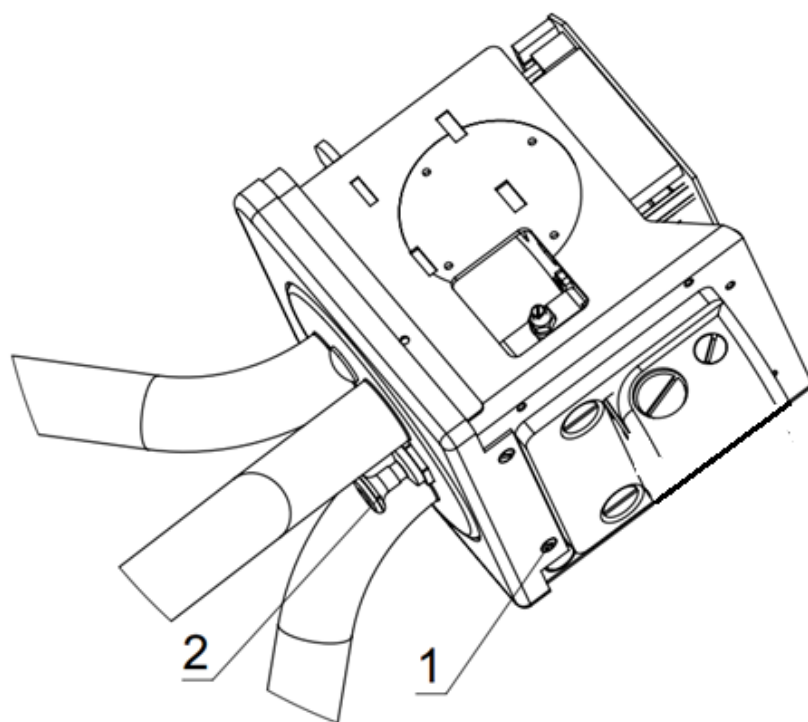
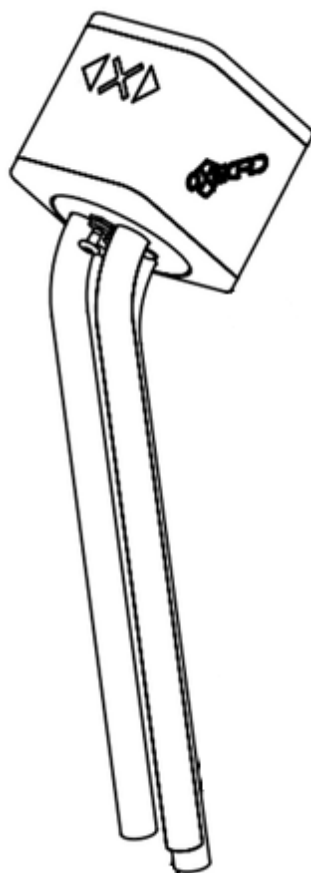

Рис. 7.
Рис. 8.
- оттяните стопор фиксации 2 планок (рис. 7) , удерживая одну планку рукой в зафиксированном положении, разложите остальные планки в рабочее положение.
Переход в этот режим осуществляется механическим путем. Переведите турникет в режим «антипаника», для этого нажмите на пульте кнопку 4. Оттяните стопор фиксации 2 планок (рис. 7) , удерживая одну планку рукой в зафиксированном положении, другой рукой проверните две другие планки по часовой стрелке, так чтобы все планки совместились (рис. 8). Доверните все три планки в нижнее положение, чтобы освободить проход.